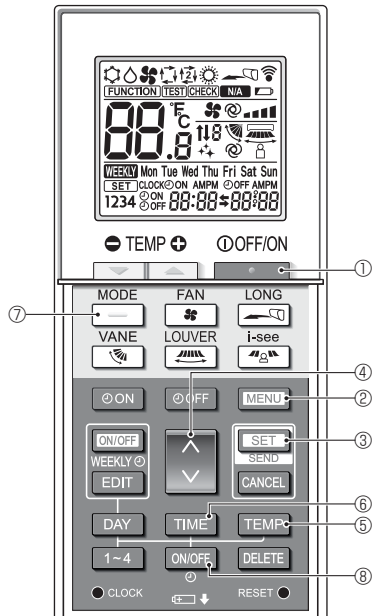

Fig. 6-9
1. กดปุ่ม * ① เพื่อหยุดการทำงานของเครื่องปรับอากาศ
2. กดปุ่ม SET ② ใน 5 วินาที หน้าจอการตั้งค่าโหมดจะแสดงขึ้น
3. กดปุ่ม ← ⑦ โหมดการทำงาน Ⓐ กะพริบ (Fig. 6-9)
4. กดปุ่ม ⏴ ④ เพื่อเปลี่ยนหมายเลขการตั้งค่า
5. ตรวจสอบว่าหมายเลขการตั้งค่า "6" แสดงขึ้น และมีเฉพาะ ⚙️ ที่กะพริบในโหมดการทำงาน Ⓐ จากนั้นกดปุ่ม SET ③ ใน 5 วินาที